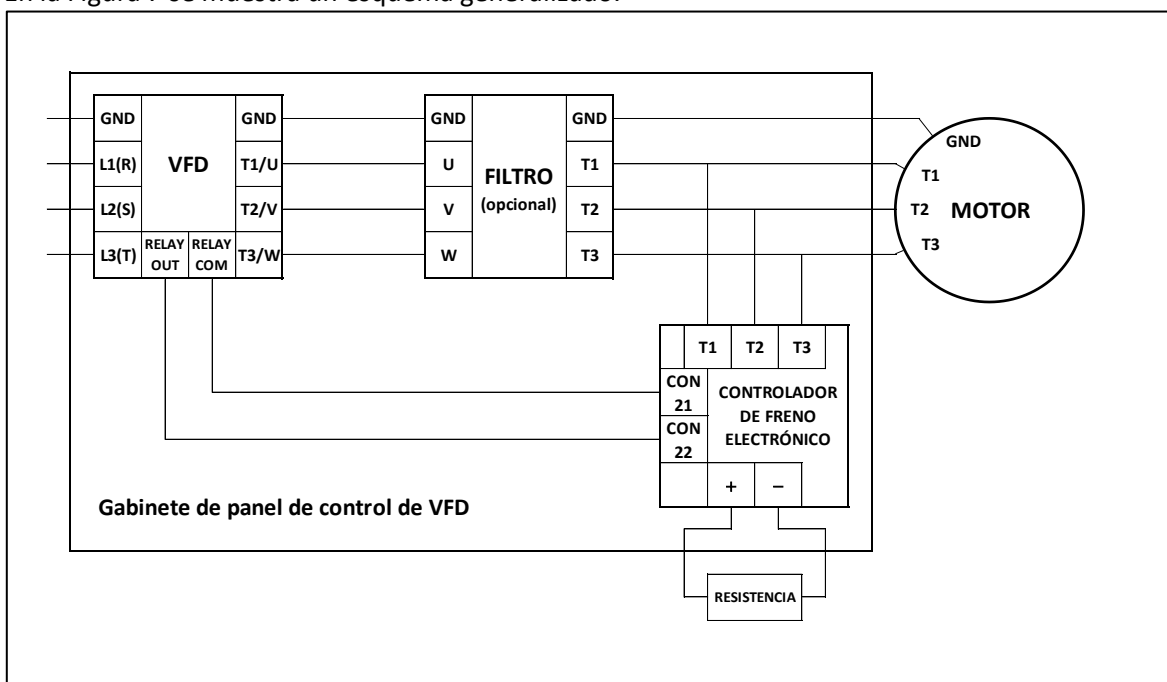

Figura 7 – Esquema general
9. Asegúrese de que el motor esté conectado a tierra correctamente como se muestra en la Figura 7 de la instalación eléctrica del PMM más adelante.
En la Figura 7 se muestra un esquema generalizado.